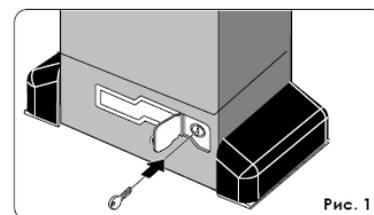

Рис. 1
1. Откройте защитную дверцу и вставьте ключ в замок (рис.1)